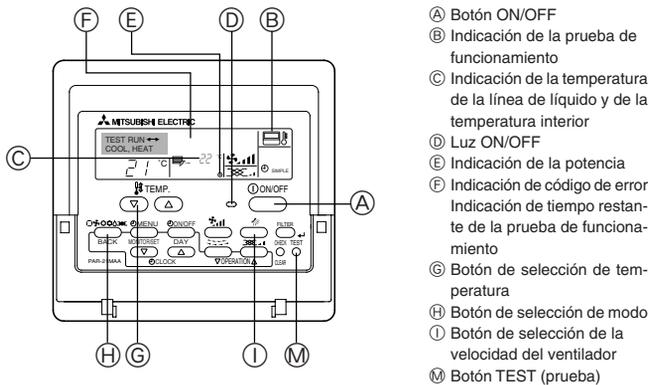

Fig. 7-1
7.2.1. Al usar el controlador remoto cableado (Fig. 7-1)
- ① Encienda el aparato por lo menos 12 horas antes de llevar a cabo la prueba de funcionamiento.
- ② Pulse el botón de prueba de funcionamiento [TEST] (PRUEBA) dos veces. ⇒ Indicador del cristal líquido de prueba en funcionamiento "TEST RUN" (EJECUCIÓN DE PRUEBA)
- ③ Pulse el botón de selección de modo [Mode selection] (Modo). ⇒ Compruebe que sale aire.
- ④ Pulse el botón de selección de modo [Mode selection] (Modo) y cambie al modo de refrigeración (o calefacción). ⇒ Compruebe que sale aire frío (o caliente).
- ⑤ Pulse el botón de velocidad del aire [Fan speed] (Velocidad del aire). ⇒ Compruebe que cambia la velocidad del aire.
- ⑥ Compruebe el funcionamiento del ventilador de la unidad exterior.
- ⑦ Desactive la prueba de funcionamiento pulsando el botón de activación/desactivación [ON/OFF]. ⇒ Parar
- ⑧ Registre un número de teléfono.